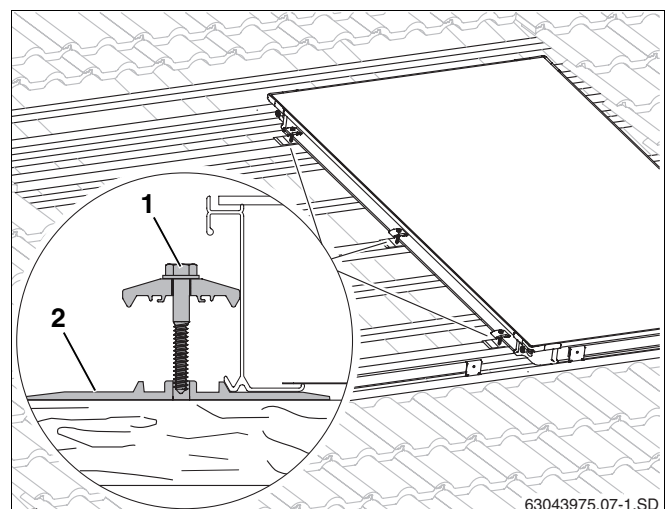

Fig. 23 Elemento de sujeción bilateral en el primer colector
- ▶ Eleve ligeramente el colector y deslice por debajo del colector la placa intermedia (fig. 23, **pos. 2**) con el elemento de sujeción bilateral, situada sobre el 2º y el 3er listón adicional, así como en la parte central del colector sobre un listón hasta que la elevación de las mismas haga tope en el borde del colector.
- ▶ Es necesario realizar previamente un taladro de 4 mm para el tornillo (fig. 23, **pos. 1**). Utilice las entalladuras de la placa intermedia para realizar las marcas.